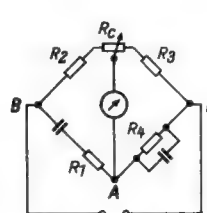

Bild 2. Spezialausführung der Wien-Robinson-Brücke
d) Spezialausführung der Wien-Robinson-Brücke (Bild 2)
Für möglichst exakten Abgleich ist ein sauberes Tonminimum Bedingung. Die an sich kleine Differenz in den Phasenwinkeln der Widerstände R_1 und R_4 kann eine gewisse Unsicherheit hervorrufen. Dies wird in der Schaltung nach Bild 2 vermieden. Zwischen R_2 und R_3 wird der veränderliche Spannungsteiler-Widerstand R_c geschaltet. Mit ihm läßt sich der Diagonalpunkt etwas verschieben und ein scharfes Tonminimum erzeugen.